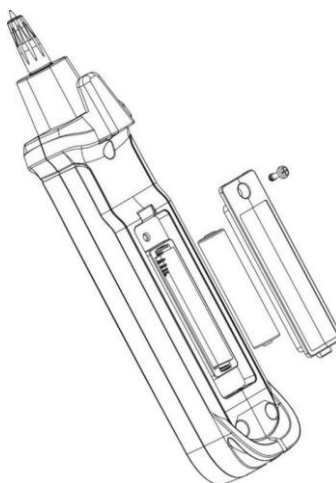

Рис. 9
2. Замена или установка батареи (Рис. 9)